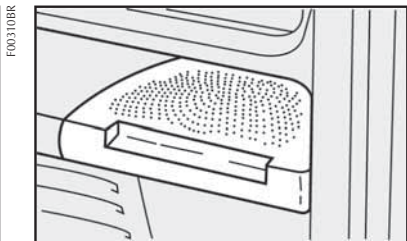

fig. 116
- Sede para os alto-falantes traseiros **fig. 116**.
- Alto-falantes traseiros (algumas versões) **fig. 116**.